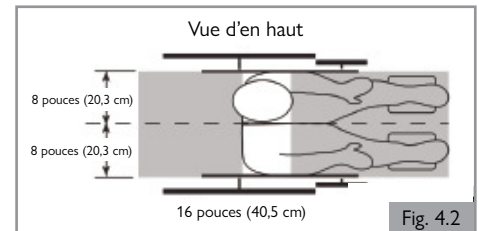

Fig. 4.2
3. Les zones dégagées recommandées autour de l'occupant du fauteuil roulant utilisant à la fois une ceinture pelvienne et une ceinture thoracique ou une ceinture pelvienne uniquement, sont indiquées dans les schémas (Fig. 4.2 et 4.3) et décrites ci-dessous. En l'absence de ceinture thoracique, la zone dégagée à l'avant devra être supérieure. La zone dégagée à l'arrière de 16 pouces (40,5 cm) se mesure à partir du point le plus en arrière de la tête de l'occupant. La zone dégagée à l'avant se mesure à partir du point maximal frontal de la tête de l'occupant. Elle est de 26 pouces (66 cm) en présence d'une ceinture pelvienne et d'une ceinture thoracique ou de 37 pouces (94 cm) avec une ceinture pelvienne uniquement. L'exigence liée à la zone dégagée à l'avant peut ne pas être rencontrée si le fauteuil roulant est utilisé en guise de siège conducteur.